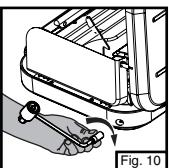

Fig. 10
■ Enrosque el regulador en la estufa apretándolo a mano. (Fig. 10)